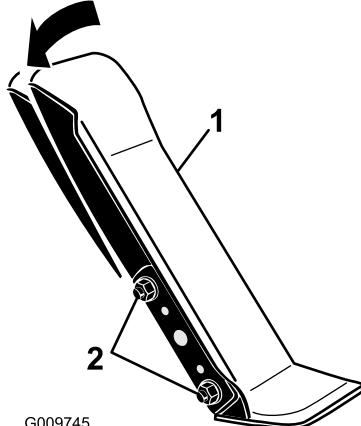

Figure 71
- Desserrez les 2 écrous et boulons qui fixent le côté gauche de la pédale de déplacement au support (Figure 71).
- Faites pivoter la pédale à l'angle voulu puis serrez les écrous (Figure 71).